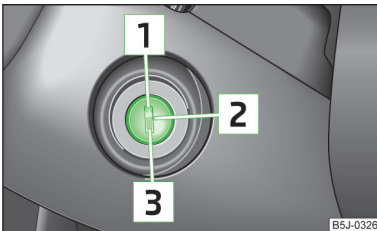

Abb. 89
- Während der Fahrt mit stehendem Motor muss der Zündschlüssel immer in der Stellung **2** » **Abb. 89** auf Seite 101 (Zündung eingeschaltet) sein. Diese Stellung wird durch das Aufleuchten von Kontrollleuchten angezeigt. Wenn das nicht der Fall ist, könnte es unerwartet zur Verriegelung der Lenkung kommen - es besteht Unfallgefahr!
- Der Anlasser darf nur dann betätigt werden, wenn der Motor und das Fahrzeug steht. Wird der Anlasser bei laufendem Motor betätigt **3** » **Abb. 89** auf Seite 101, kann der Anlasser bzw. der Motor beschädigt werden.
Benzinmotoren » Abb. 89
Dieselmotoren » Abb. 89
Wenn die **Lenkung gesperrt ist** und der Schlüssel sich nicht oder nur schwer in die Position **[2]** » Abb. 89 drehen lässt, dann ist das Lenkrad etwas hin und her zu bewegen - die Lenkungsverriegelung wird dadurch entriegelt.
- › Die Zündung einschalten **[2]** » Abb. 89 auf Seite 101.
» **Abb. 89** auf Seite 101.